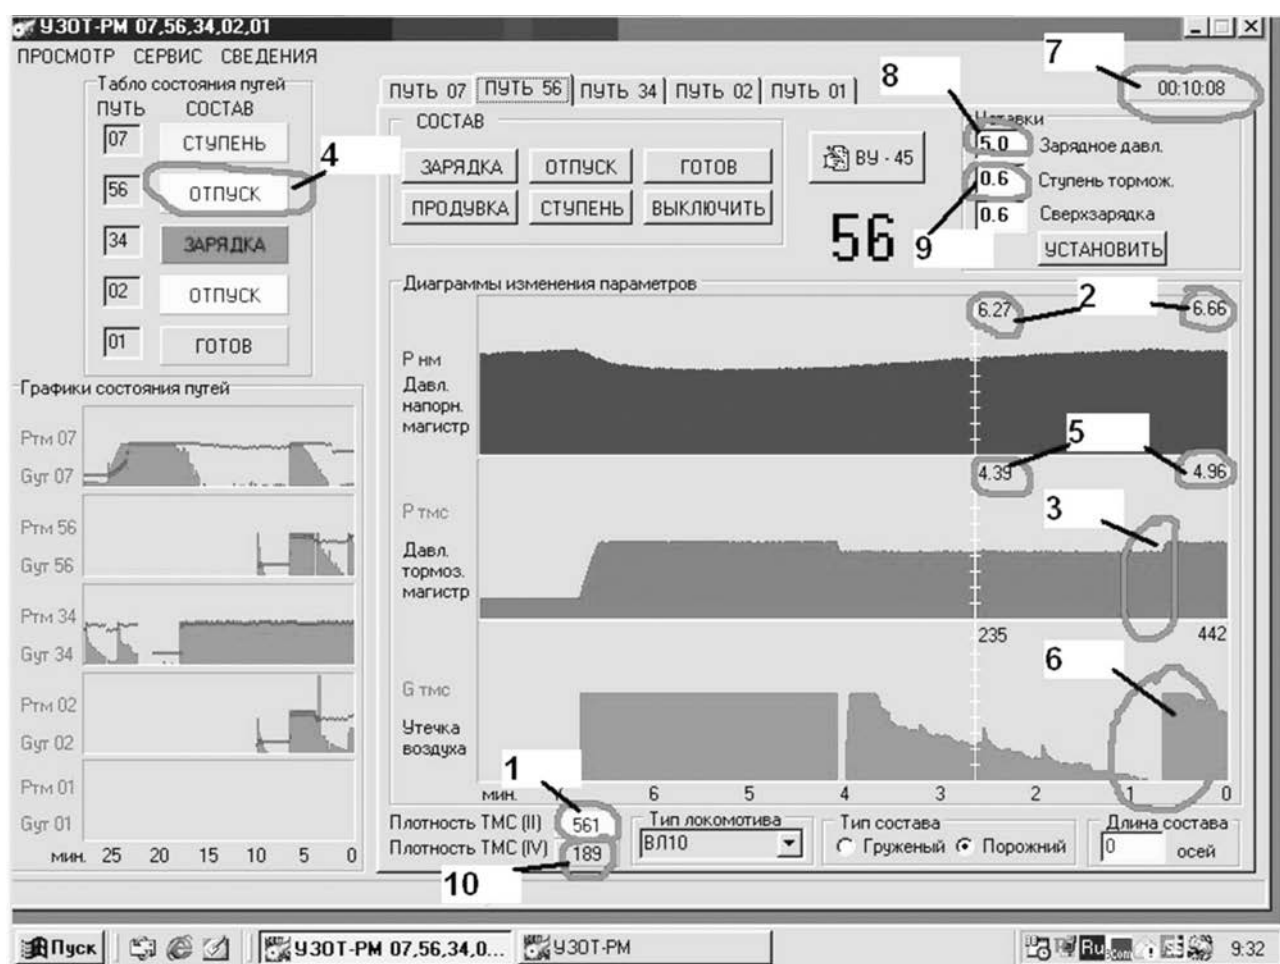

Рис. 12. Вид рабочего окна программы U30T-PM в режиме «ОТПУСК» после «СТУПЕНИ»
- при установке в окне СОСТАВ режима «ОТПУСК» на табло состояния путей (верхний левый угол, рис. 12) загорается надпись «ОТПУСК» (рис. 12, поз. 4);
- отображается повышение давления на диаграмме давления тормозной магистрали $P_{\text{тмс}}$ (рис. 12, поз. 3) от тормозного давления 4,25–4,55 кгс/см² до зарядного давления 4,85–5,15 кгс/см² (рис. 12, поз. 5, 8, 9). Отсутствие скачка давления на величину ступени торможения (рис. 12, поз. 9) на диаграмме $P_{\text{тмс}}$ является признаком неисправности установки;
- давление напорной магистрали $P_{\text{нм}}$ (рис. 12, поз. 2) должно быть в пределах 6,5–9,0 кгс/см²;
- плотность ТМС (II) для установки УЗОТ-РМ — должна быть надпись «Нет» (рис. 12, поз. 1), так как состав не подключен к ПК, наличие любого другого значения свидетельствует о возможной неполадке датчика учета плотности или сбое в программе установки (рис. 12);
- плотность ТМС (IV) для установки УЗОТ-РМ — должна быть надпись «Нет» (рис. 12, поз. 9), так как состав не подключен к ПК, наличие любого другого значения свидетельствует о возможной неполадке датчика учета плотности или сбое в программе установки (рис. 12);
- в начальный момент времени повышения давления на диаграмме давления тормозной магистрали $P_{\text{тмс}}$ (рис. 12, поз. 3) возможно кратковременное наблюдение скачка утечки на диаграмме утечки воздуха $G_{\text{тмс}}$, что не является неисправностью. В случае если значение утечки носит не кратковременный характер, это свидетельствует о неисправности датчика давлений или «заедании» хода штока поршня датчика (рис. 12, поз. 6).